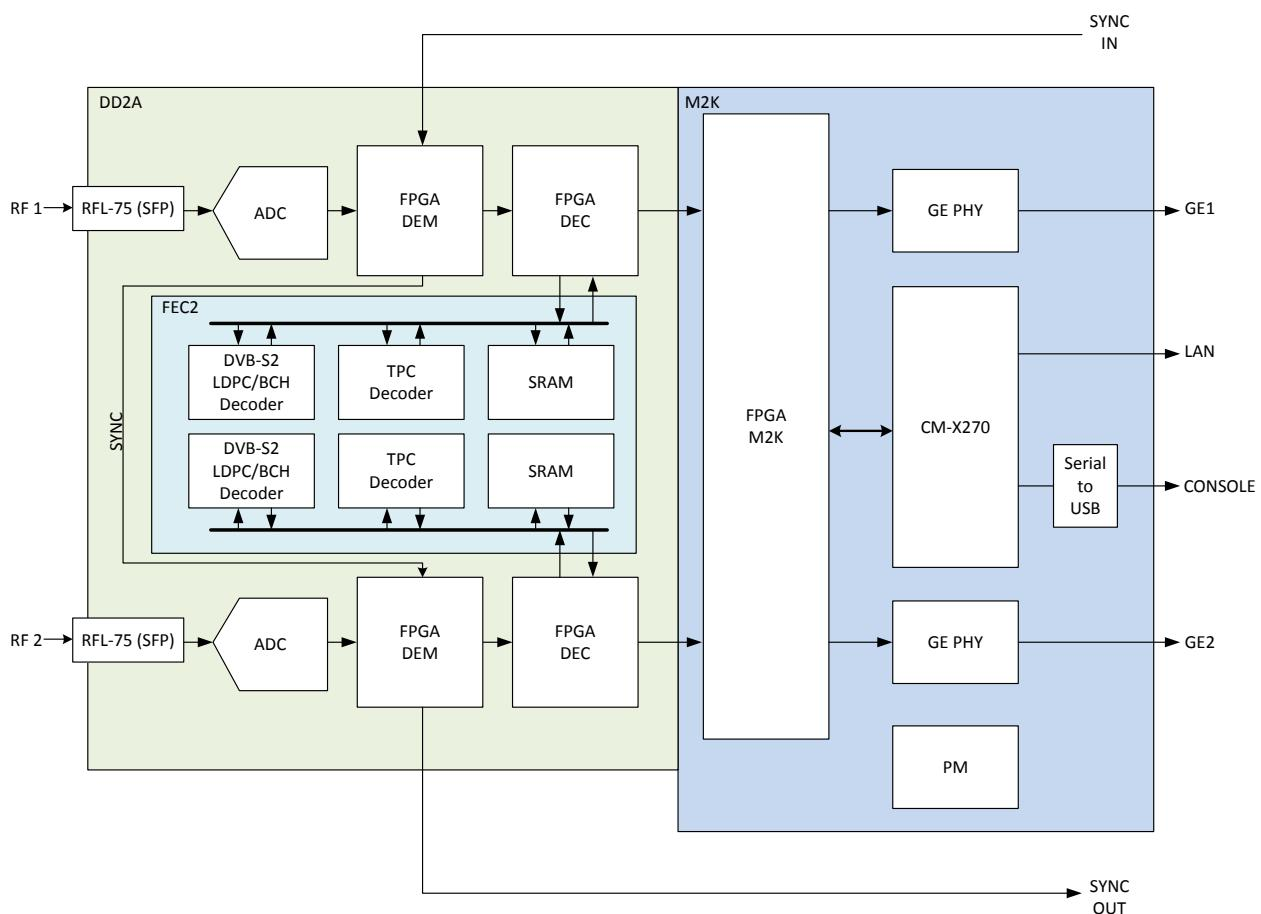

Рисунок 5.2 – Функциональная модуля приема «RCV-20»
5.1.4 Двухканальный модуль приема «RCV-20» состоит из следующих основных узлов (рис. 5.2):